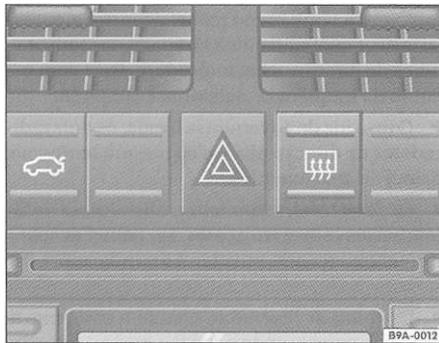

Fig. 51 Detalhe no painel de instrumentos: interruptor do desembaçador traseiro
- Com o motor ligado, pressione o interruptor => fig. 51 (ffl).